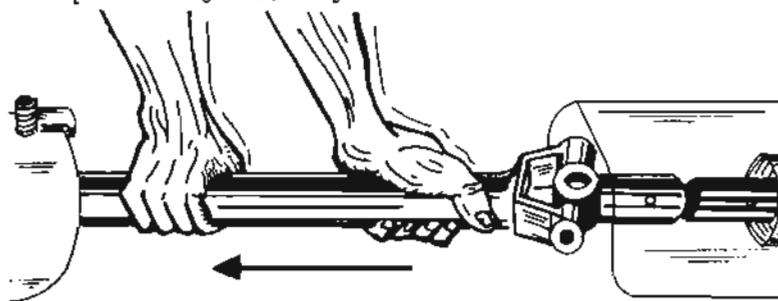

Fig. 2
- b Desacople el eje cardán (fig. 2).